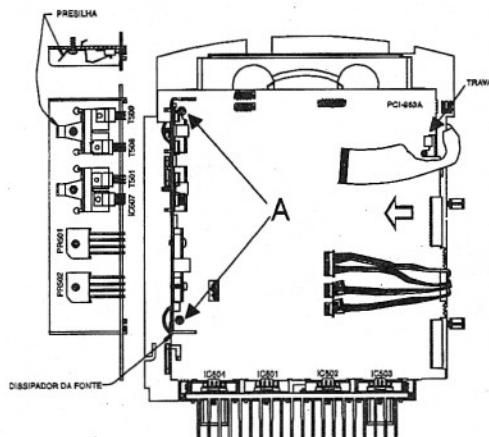

Fig. 11
- Retire os 2 parafusos A (fig. 11).